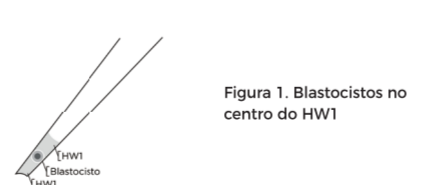
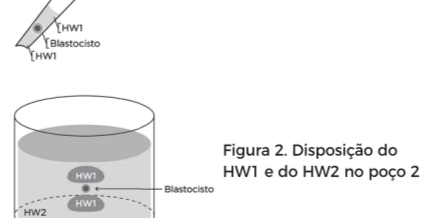

Figura 1. Blastocistos no centro do HW1
Figura 2. Disposição do HW1 e do HW2 no poço 2
- Utilize uma pipeta para transferir 20 µL do meio HW1 contendo os blastocistos descongelados. Os blastocistos devem estar no centro do HW1 (ver Figura 1). Transfira os blastocistos para o Poço 2, que contém HW2. Os blastocistos e o HW1 devem formar um padrão em "sanduíche" (ver Figura 2).